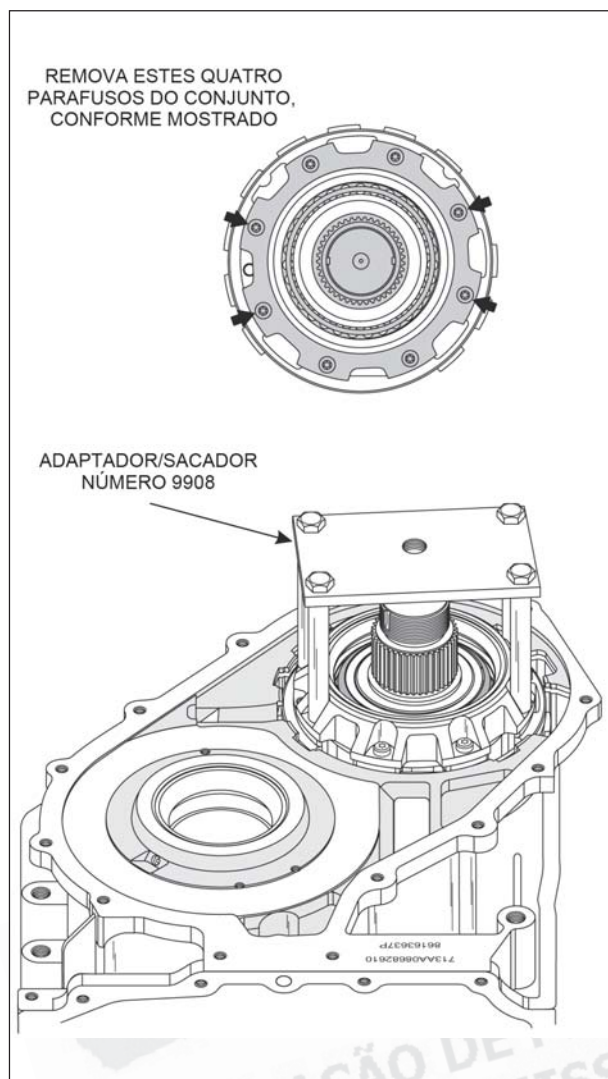

Figura 83
80. Remova os quatro parafusos de fixação do retentor do rolamento do conjunto do Underdrive conforme mostra a figura 83.
81. Instale o adaptador/sacador número 9908 ao conjunto do Underdrive. (Veja figura 83).